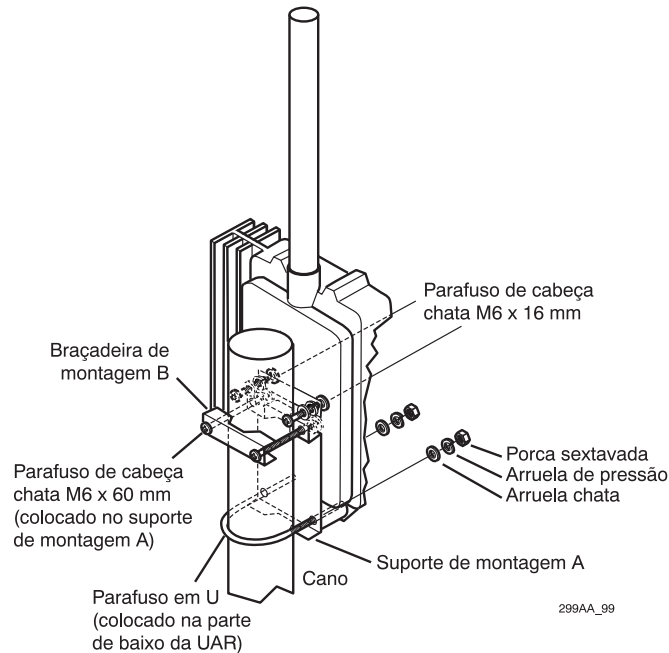

Figura 13. Coloque a UAR no cano
O kit de instalação contém os conectores apropriados para montar a UAR em um cano com diâmetro externo de 3,8 a 4,8 cm. O kit não inclui o cano. Para instalar a UAR em um cano, você precisará do parafuso em U, de parafusos variados e do suporte metálico (2 peças). A Figura 13 mostra a montagem típica em um cano.
1. Pegue a peça maior do suporte de montagem (suporte de montagem A na Figura 13) e use os parafusos curtos M6 x 16 mm para fixá-lo diretamente na UAR, utilizando os orifícios correspondentes na parte posterior da UAR.
Arruelas são fornecidas para os parafusos curtos M6 x 16 mm. Coloque a arruela de pressão próxima da cabeça do parafuso seguida da arruela chata antes de introduzir os parafusos. Aperte os parafusos M6 x 16 mm a 300 ± 30 N-cm. Usando a Figura 13 como guia para o posicionamento, verifique se todos os orifícios ovais grandes nas peças de montagem e na UAR estão alinhados.
2. Arruelas são fornecidas para os parafusos longos M6 x 60 mm. Coloque a arruela de pressão próxima da cabeça do parafuso seguida da arruela chata antes de introduzir os parafusos. Utilize a peça menor do suporte (braçadeira de montagem B na Figura 13) para introduzir os dois parafusos longos M6 através do suporte. Conforme mostrado na Figura 13, coloque a braçadeira de montagem B no suporte de montagem A e utilize os parafusos longos M6 para conectar as duas unidades.
3. Introduza o parafuso em U através dos orifícios ovais no suporte de montagem A e, em seguida, passe o parafuso em U através da UAR até que as extremidades contendo as roscas apareçam na parte inferior frontal da UAR. Coloque as arruelas chatas grandes, as arruelas de pressão grandes e as porcas sextavadas nas extremidades do parafuso em U, conforme mostrado na Figura 13 na página 19. (Quando a tampa de acesso for fechada, as porcas sextavadas do parafuso em U ficarão ocultas).